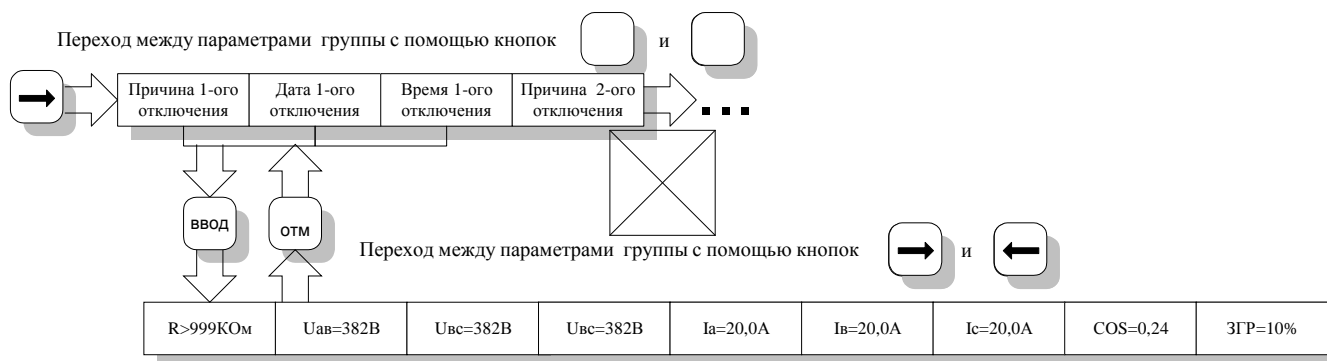

Рис. 2
4.4.2.3. Для выхода в режим просмотра причин отключения из режима просмотра параметров необходимо нажать кнопку "ОТМ". Выход из истории - повторное нажатие "ОТМ". На рис. 2 показан алгоритм просмотра истории.